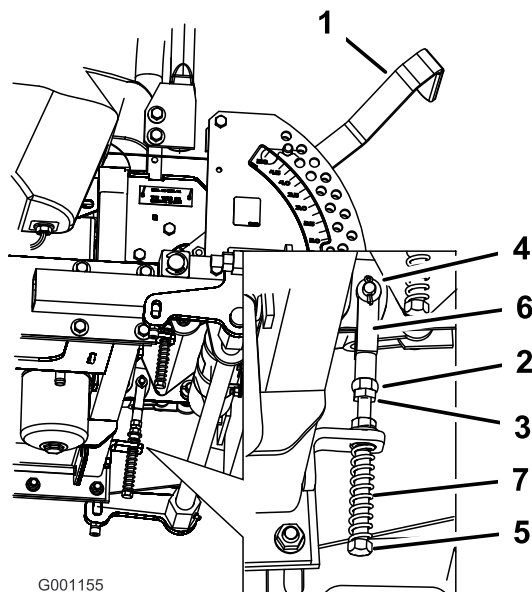

Figure 85
8. Si un réglage s'impose, desserrez l'écrou et l'écrou de blocage vissés contre la chape (Figure 85).
9. Appliquez une légère pression à l'arrière du levier, et tournez la tête du boulon de réglage dans le sens voulu pour centrer le levier à la position de VERROUILLAGE AU POINT MORT (Figure 85).
10. Serrez l'écrou et l'écrou de blocage (Figure 85).